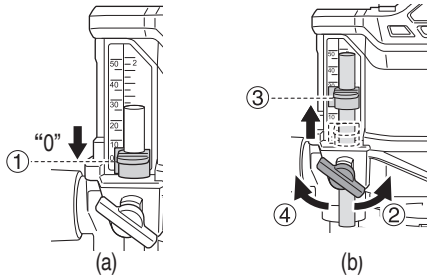

Fig. 15
- (4) Apriete el perno de mariposa. Alinee el indicador de profundidad con la graduación "0" de la escala. (Fig. 15 (a))
- (5) Afloje el perno de mariposa y levántelo hasta que el indicador se alinee con la graduación representando la profundidad de corte deseada. Apriete el perno de mariposa. (Fig. 15 (b))